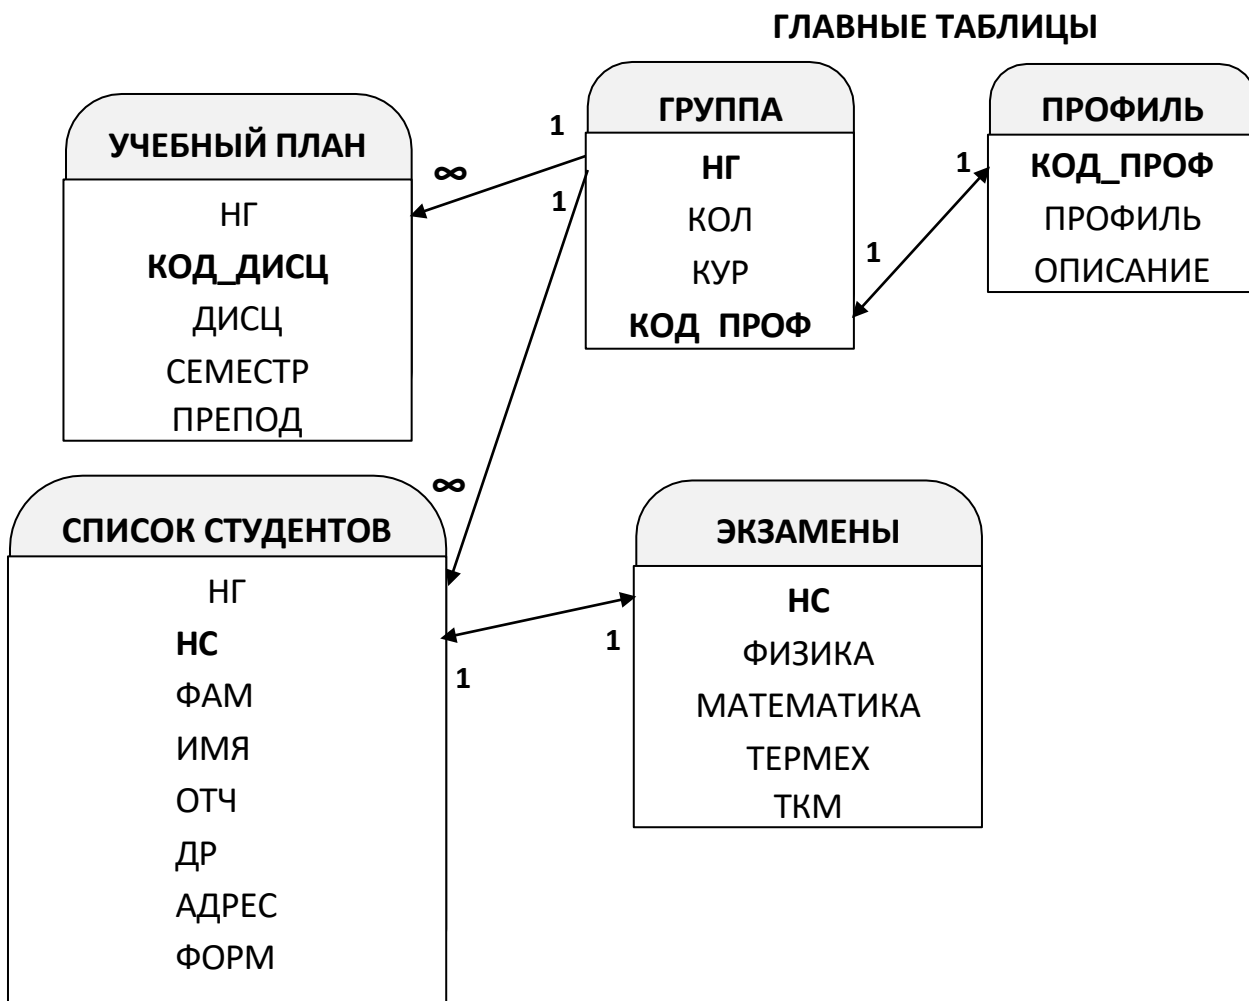

**Рис.1. Информационно-логическая схема связей таблиц в базе данных «Учебный процесс»**
1. В созданной ранее базе данных **«Учебный процесс»**, содержащей таблицы **«ГРУППА»** и **«СПИСОК СТУДЕНТОВ»**, создайте структуру таблиц **«УЧЕБНЫЙ ПЛАН»**, **«ПРОФИЛЬ»** и **«ЭКЗАМЕНЫ»** (в соответствии с перечнем полей на рис.1, при этом свойства полей определите самостоятельно).
2. Установите связи между созданными таблицами в базе **«Учебный процесс»**, опираясь на указанную информационно-логическую схему (рис.1).